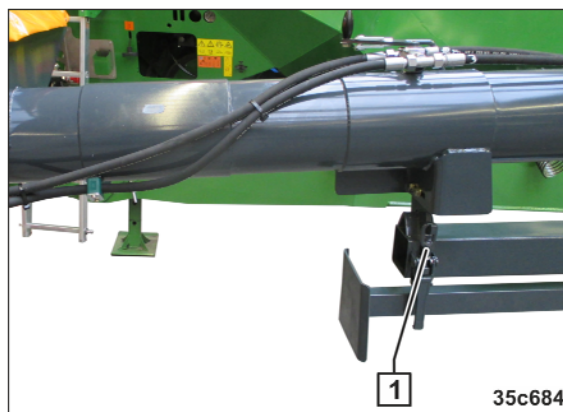

Fig. 246
3. Desfaceți (Fig. 246/1) blocajul.
16. Pivotați melcul de umplere deasupra cadrului și îl blocați (vezi Fig. 246/1).